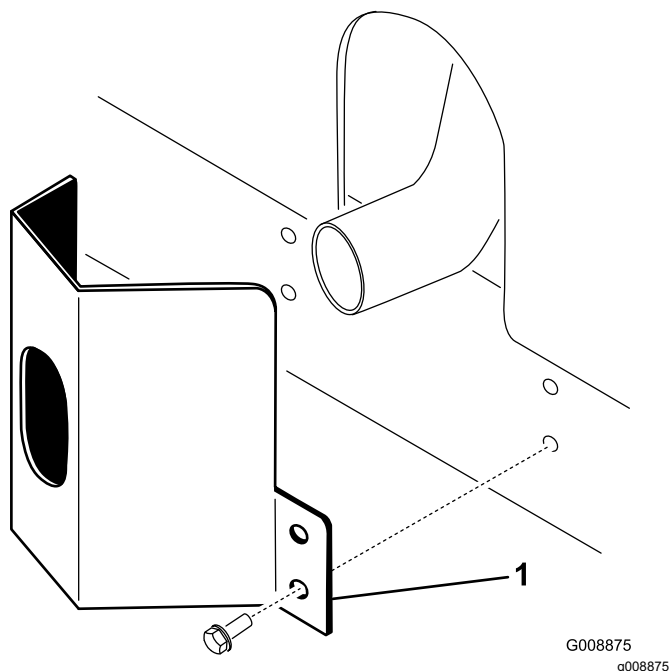

Bild 9
1. Positionieren Sie das Auspuffschutzblech um den Schalldämpfer, während Sie gleichzeitig die Befestigungslöcher auf die im Rahmen abstimmen (**Bild 9**).
2. Befestigen Sie das Auspuffschutzblech mit vier Blebschrauben am Rahmen (Bild 9).